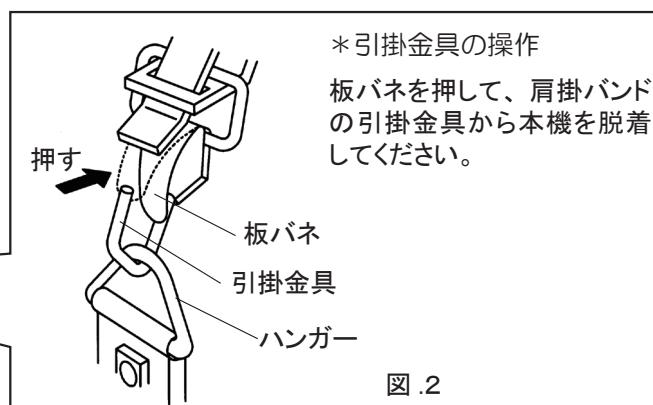

図.2
- ② 図.2のように、肩掛けバンドの引掛け金具を本機のハンガーに取り付けてください。
- ③ 刈払機を身体の右側に吊り下げ、刃刃が地面と平行になるようにバンドの長さを調整してください。